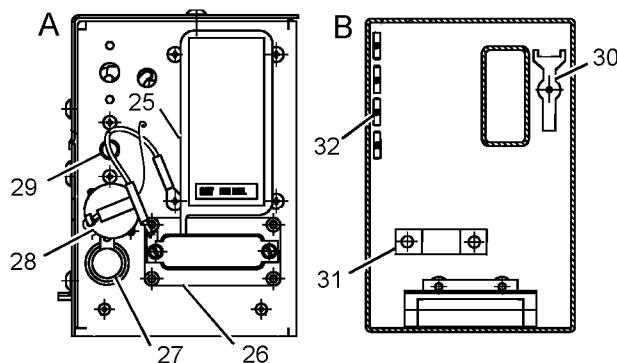

Ilustración 246
El disyuntor para el soplador HVAC (29) se encuentra detrás de la tapa de acceso, debajo del apoyabrazos izquierdo del asiento del operador. Vea la ilustración 246.